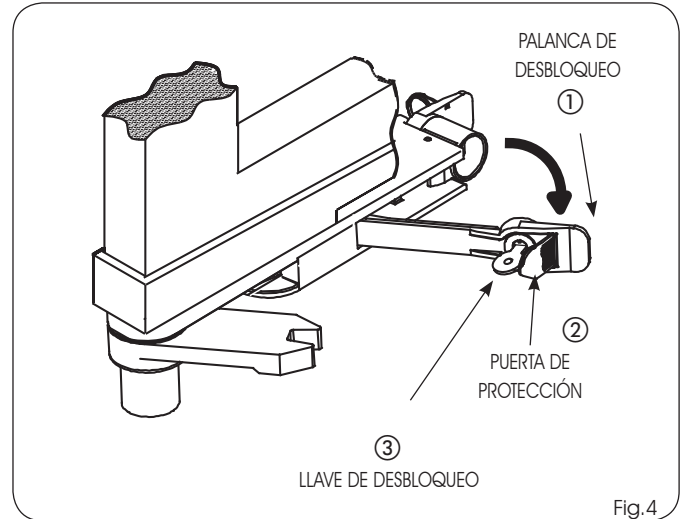

Fig.4
- 1) Abra la portezuela de protección (Fig.4 ref. ②).
- 2) Introduzca la llave de desbloqueo en la cerradura (Fig.4 ref. ③) y gire hacia la derecha hasta que se bloquee.
- 3) Tire de la palanca de desbloqueo hacia usted Fig.4 ref. ①).